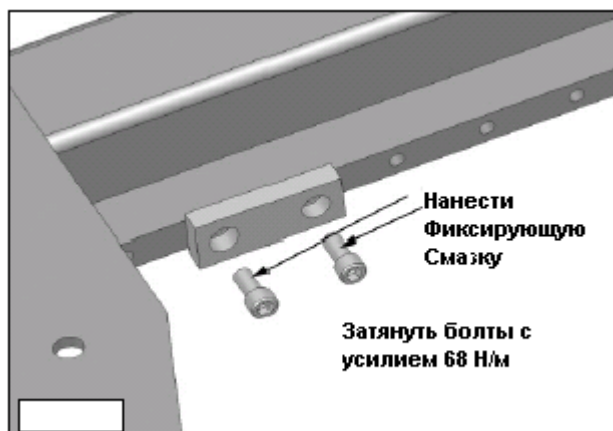

Рис. 3.5
4. Нанести на крепежные болты Стопоров спец. фиксирующую смазку Locktite Threadlocker Red или подобную. Прикрутить Стопор двумя болтами М12 ( идут в комплекте с подъемником ) и затянуть их с усилием 68 Н/м. ( Рис. 3.5 ).